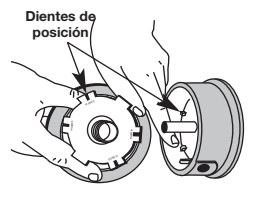

Fig. 27
5. Verifique el desgaste de los dientes de posición del carrete interior y bobina exterior (Fig. 27). Si es necesario, saque la rebaba o cambie el carrete y la bobina.